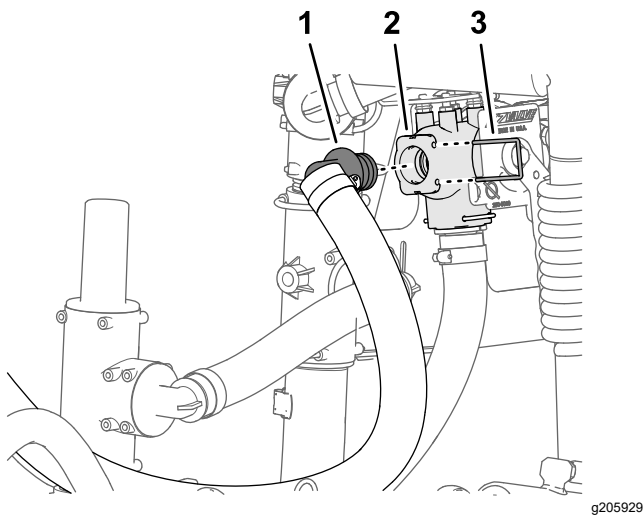

Figure 33
3. Placez le raccord à 90° cannelé du flexible d'alimentation du mélangeur dans l'orifice inférieur de la vanne de coupure du mélangeur (Figure 33).
4. Fixez le raccord cannelé à la vanne de coupure avec un étrier (Figure 33).